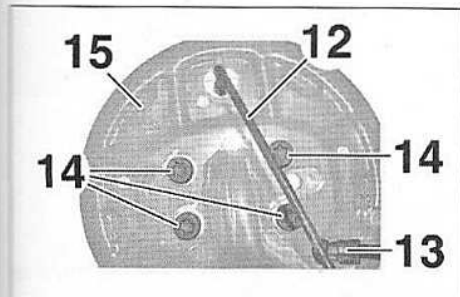

FIG.64
• Débrancher la canalisation de frein (12) du cylindre de roue (Fig.64).
- Dégager le câble de frein de stationnement (13) du plateau de frein.
- les vis (14),
- l'ensemble plateau de frein/fusée/cylindre de roue (15),